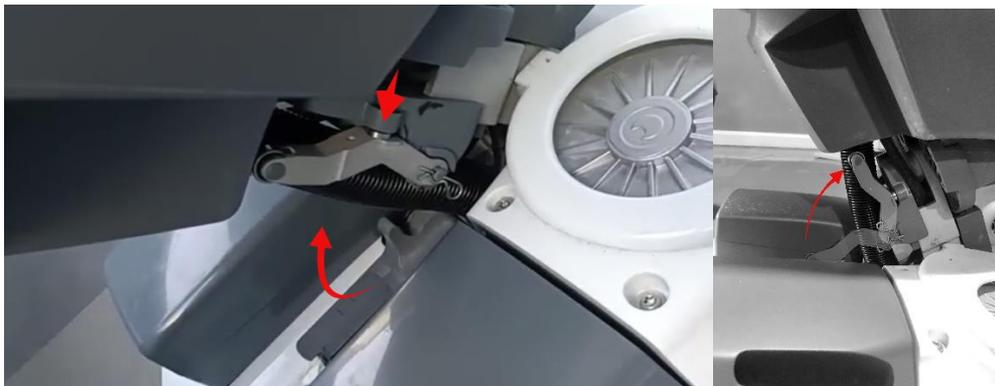

Abbildung 23c: Zurückbringen in die richtige Position vor dem Abstellen des Geräts.
* Stellen Sie den Arm vor dem Abstellen des Geräts immer in die Ablageposition zurück. (Abbildung 23c).